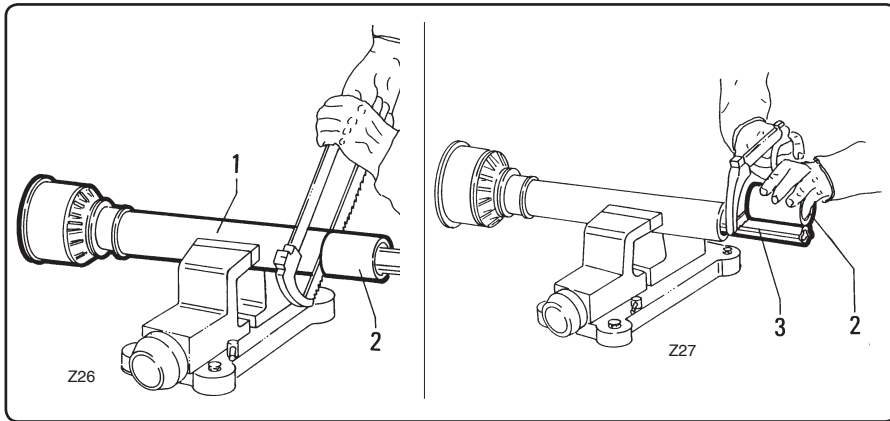

fig. 4.3.2
- Couper d'abord la protection "1" fig. 4.3.2 et utiliser le tronçon "2" comme référence pour la coupe de l'arbre cannelé.
- *Zunächst den Schutz "1" Abb. 4.3.2 der Gelenkwelle durchsägen. Das abgesägte Stück "2" als Bezug für das Absägen der Keilwelle verwenden.*